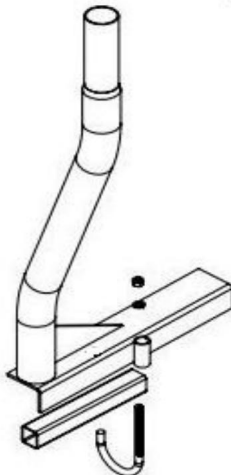

Figura 2
Coloque el tubo de soporte izquierdo (3) en el riel de la plataforma del camión con 1 perno tipo J (7) y tubo cuadrado de soporte inferior (10), arandela M10 (8), tuerca de seguridad M10 (9), repita El paso anterior es para otro y las dos barras transversales derechas (2). Y el soporte izquierdo. El tubo y el tubo de soporte derecho deben estar en la misma línea, finalmente apriete la tuerca. Mostrar como figura 2